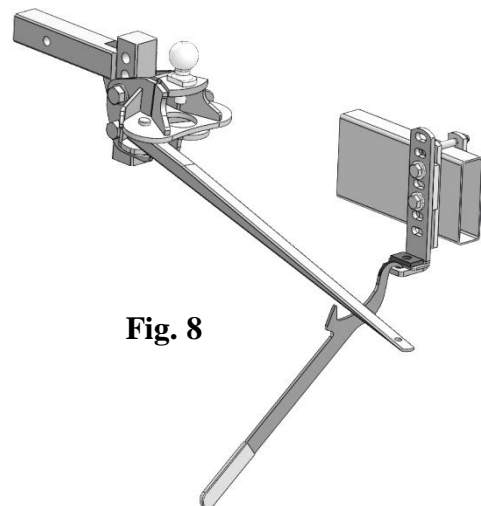

Fig. 8
- Para colocar la barra de resorte en el soporte en L (L), mantenga el acoplador unido a la esfera. Levante el acoplador usando el gato del remolque hasta que la barra de resorte entre en el soporte en L (L).
- Si el gato no levanta el acoplador lo suficiente, utilice la manija de elevación que aparece en la Fig. 8 abajo. Coloque el extremo con gancho de la manija en el orificio rectangular del soporte en L (L). Coloque el extremo de la barra de resorte como se muestra y levante la manija. Quite la manija.